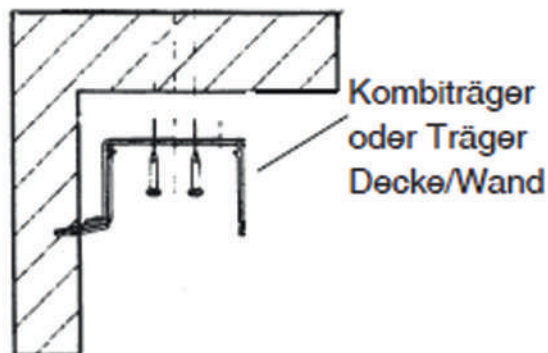

Abb.1 Trägermontage (Deckenmontage)
### a. Deckenmontage Abb.1
- bei Montage im Sturz (Deckenmontage) Kombiträger wie Abb.1 in die Blende montieren (nieten), danach Blende in den Sturz bzw. an die Decke schrauben